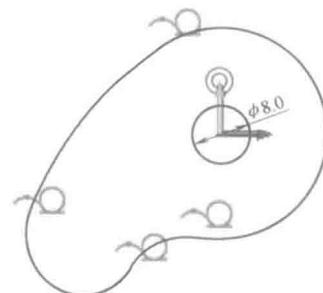

图 1-24 绘制圆
6) 绘制圆。选择“草图→圆”进入圆命令栏，①选择“半径”；②以坐标原点为圆中心；③直径为 8mm；④确定绘制  $\phi 8.0$  的圆，如图 1-24 所示。